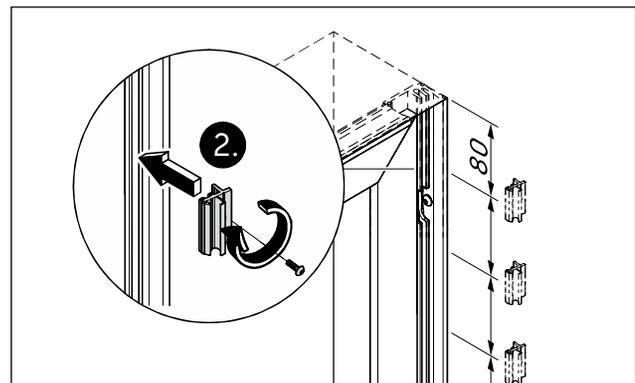

Abb. 23 Die Fixverglasungs-Adapterprofile montieren
- Die Fixverglasungs-Adapterprofile mit mindestens 3 Glas-Klemmstücke pro Meter mit einem Drehmoment von 5 Nm anzie (Abb. 23).